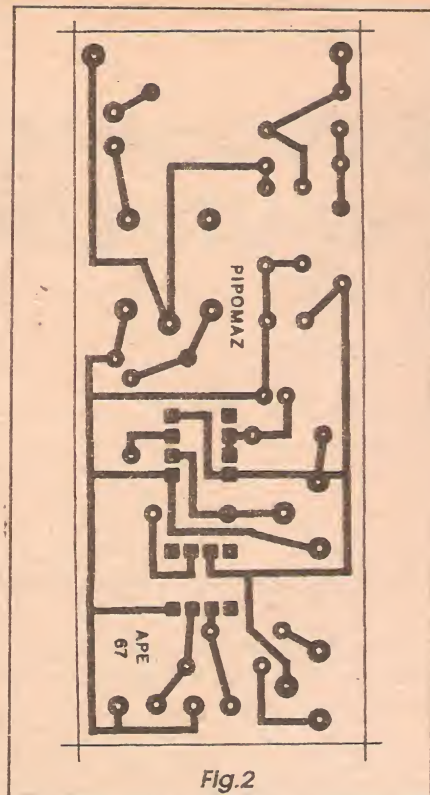

Fig. 2
- FIG. 2 - LAY OUT DO CIRCUITO IMPRESSO ESPECÍFICO - Para quem já confeccionou uma ou duas plaquinhas antes, a realização do impresso específico para a PIPOMAZ não deve apresentar a menor dificuldade, já que embora não muito pequena, a placa é absolutamente descomplicada e desorganizada. A partir do diagrama de ilhas e pistas, visto em escala 1:1 (tamanho natural) na figura,